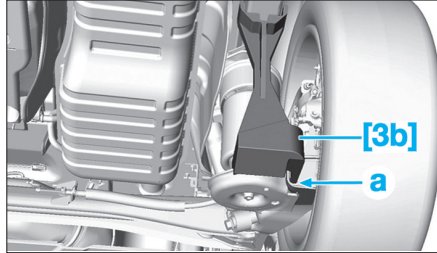

Fig. 65
- le contact de la cale de mise en hauteur [3] dans la zone (a) (Fig.65),